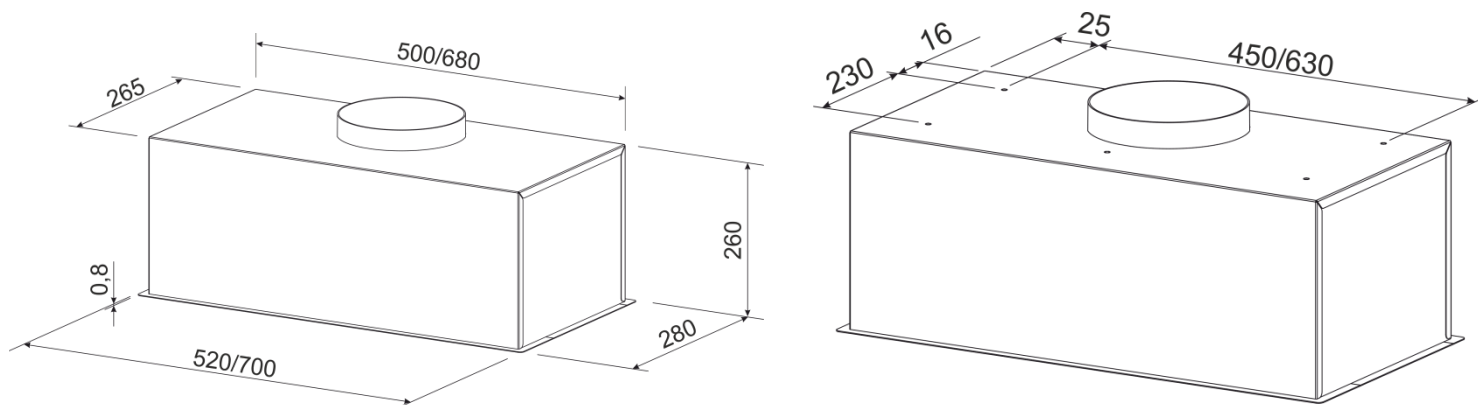
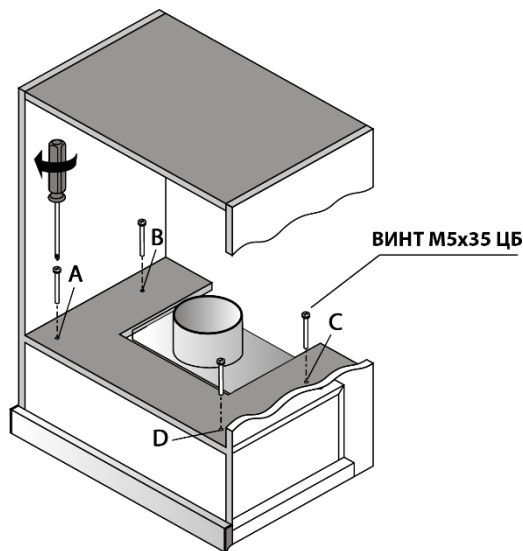

Рис.4
Рис.5.1
6.4 З врахуванням встановленої висоти і умовою прилягання витяжки до дна нижньої полки навісної меблевої шафи по раніше виготовленому паперовому шаблону розмітьте і виріжте прямокутний отвір згідно габариту **273 x 510 / 690 мм (рис.4)** вмонтованої частини витяжки.
6.6.1 Виготовте паперовий шаблон з координатами отворів (рис.4), прикладіть шаблон до полиці меблевого гарнітура (рис. 5.1).